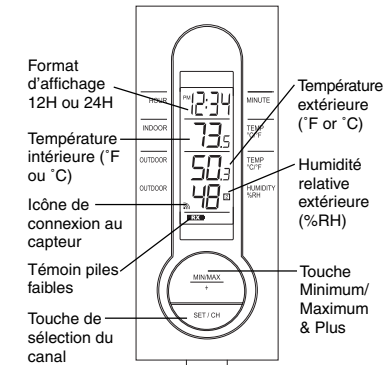

Figure 1
1. Le poste de température sans fil (Figure 1)